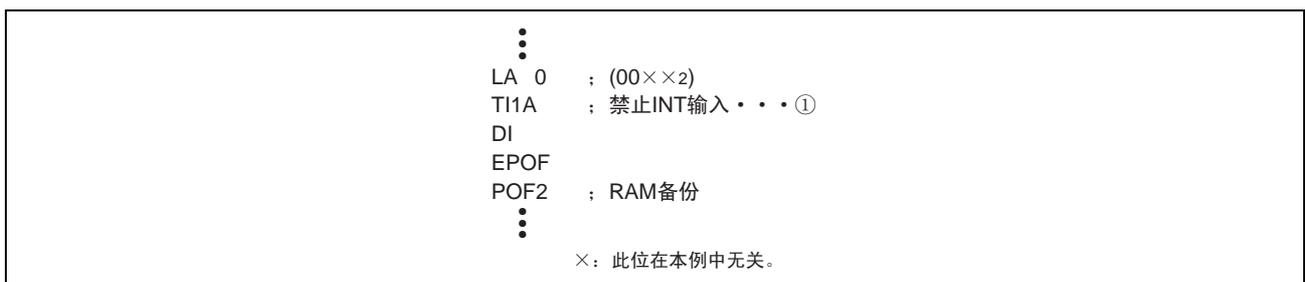

图 DD-7 外部 0 中断程序例子 2
- 在不使用INT管脚的键唤醒时 (寄存器K20=“0”), 必须在转移到RAM备份模式前清除寄存器I1的位2和位3 (图DD-7①)。